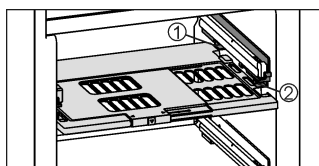

Fig. 5
- ▶ Introducir la placa de regulación de la humedad: introduzca los nervios de la tapa de la placa desde abajo en el soporte trasero *Fig. 5 (1)* y encájelos por delante en el soporte *Fig. 5 (2)*.